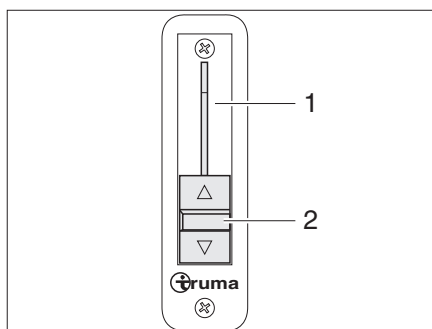

Fig. 21 Impostazione riscaldamento
Il regolatore a scorrimento (Fig. 21,2) per l'impostazione riscaldamento (Fig. 21,1) si trova esternamente al cruscotto.
- Spingere la leva (Fig. 21,2) completamente in basso. L'impostazione riscaldamento è chiusa.